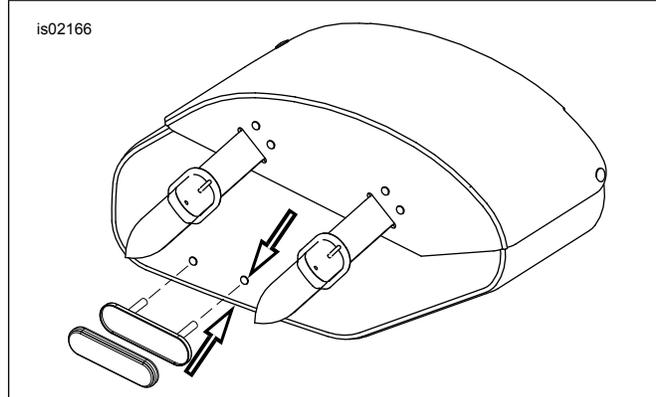

Figura 1. Installazione del catarifrangente
8. Vedere Figura 1. Misurare circa 38 mm (1-1/2 in) dal bordo inferiore della borsa portapacchi. Orientare orizzontalmente il catarifrangente e centrare con cautela l'attacco del catarifrangente tra le cinghie delle borse dotate delle stesse o posizionarlo sulla parte posteriore delle borse non dotate di cinghie. Spingere delicatamente l'attacco del catarifrangente in modo da trasferire i puntini di vernice ed eseguire dei piccoli fori sulla borsa portapacchi in corrispondenza dei puntini.